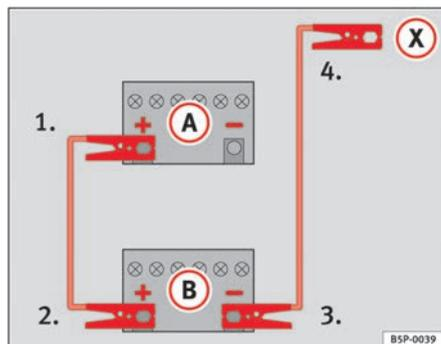

Fig. 197 Esquema de ligação dos cabos auxiliares do arranque
Na ⇒ fig. 197 (A) está representada a bateria sem carga e em (B) a bateria com carga.
1. Ligar uma extremidade do cabo auxiliar de arranque vermelho ao terminal positivo ⇒ fig. 197 (+) do veículo com a bateria descarregada ⇒ (!).
4. Ligue a outra extremidade do cabo preto (X) a uma peça maciça fixa ao bloco do motor, ou ao próprio bloco do motor do veículo com a bateria descarregada, mas não nas proximidades da bateria ⇒ (!).